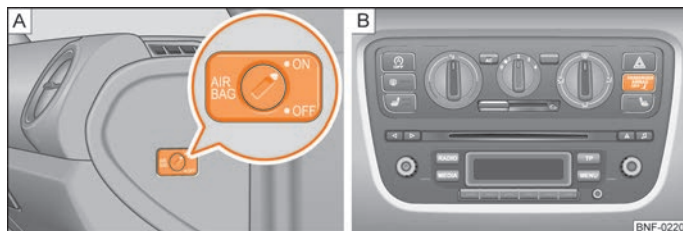

Bild 80 A - Nyckelbrytaren/B - Kontrollampa
- Den frånkopplade airbagen visas genom att den gula kontrollampan **PASSENGER AIR BAG OFF**  i instrumentbrädans mittdel tänds ⇒ bild 80 - .
- Vrid med hjälp av bilnyckeln spåret på nyckelbrytaren till läge **OFF** - ⇒ bild 80 A.
- Kontrollera, vid tillslagen tändning, att kontrollampan **PASSENGERAIRBAG OFF** (airbag bortkopplad) blinkar: Passagerarens airbag löses inte ut vid en olycka! ⇒ bild 80 - B.
- Vrid med hjälp av bilnyckeln spåret på nyckelbrytaren till läge **ON** ⇒ bild 80 - A.
- Kontrollera, vid tillslagen tändning, att kontrollampan **PASSENGERAIRBAG OFF** (airbag bortkopplad) för airbag i instrumentbrädans mittdel inte lyser ⇒ bild 80 - B.
Kontrollampan för airbagen är placerad i instrumentbrädans mittdel ⇒ bild 80 - B.